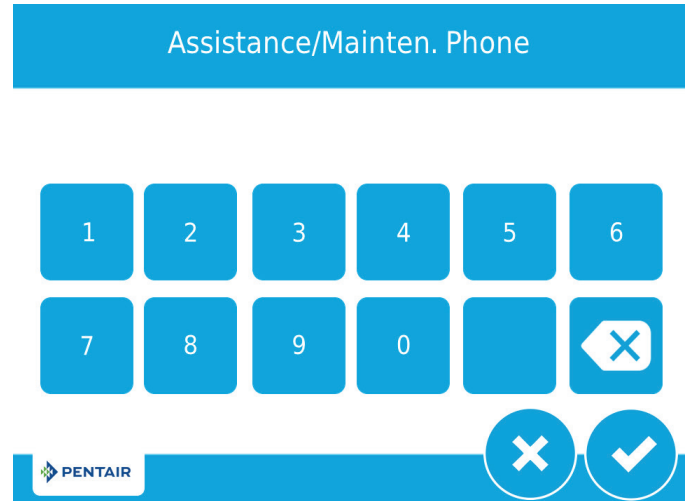

Figura 6 Pantalla Nombre de Asistencia/Manten.
3. Después de presionar , se muestra la pantalla Teléfono de Asistencia/Manten. (Figura 6).